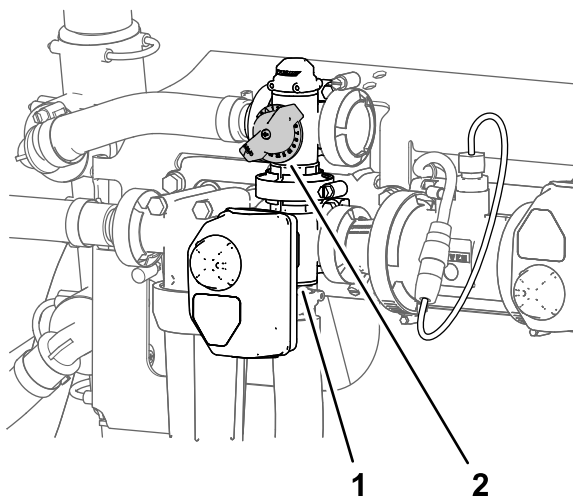

Figura 31
11. Ajuste la válvula de desvío de agitación (Figura 31), situada en la parte trasera de la válvula de agitación, hasta que la presión del sistema de fumigación indicada en el manómetro sea de 6.89 bar (100 psi).